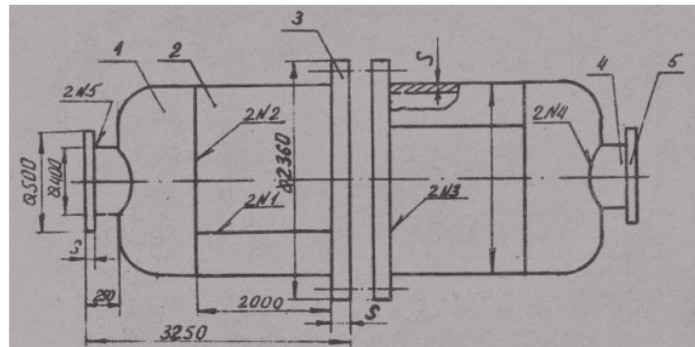

Рисунок 4 – Эскиз разъемного сосуда
4. Производство крупносерийное, годовой объем выпуска 600 шт. при двухсменной работе участка (Приложение 1, рисунок 4)